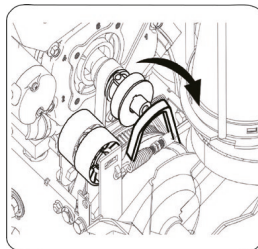

Рис.3
- Скрутите ремень шнека со шкива двигателя (Рис. 3).
3. Скрутите ремень шнека со шкива двигателя (Рис. 3).